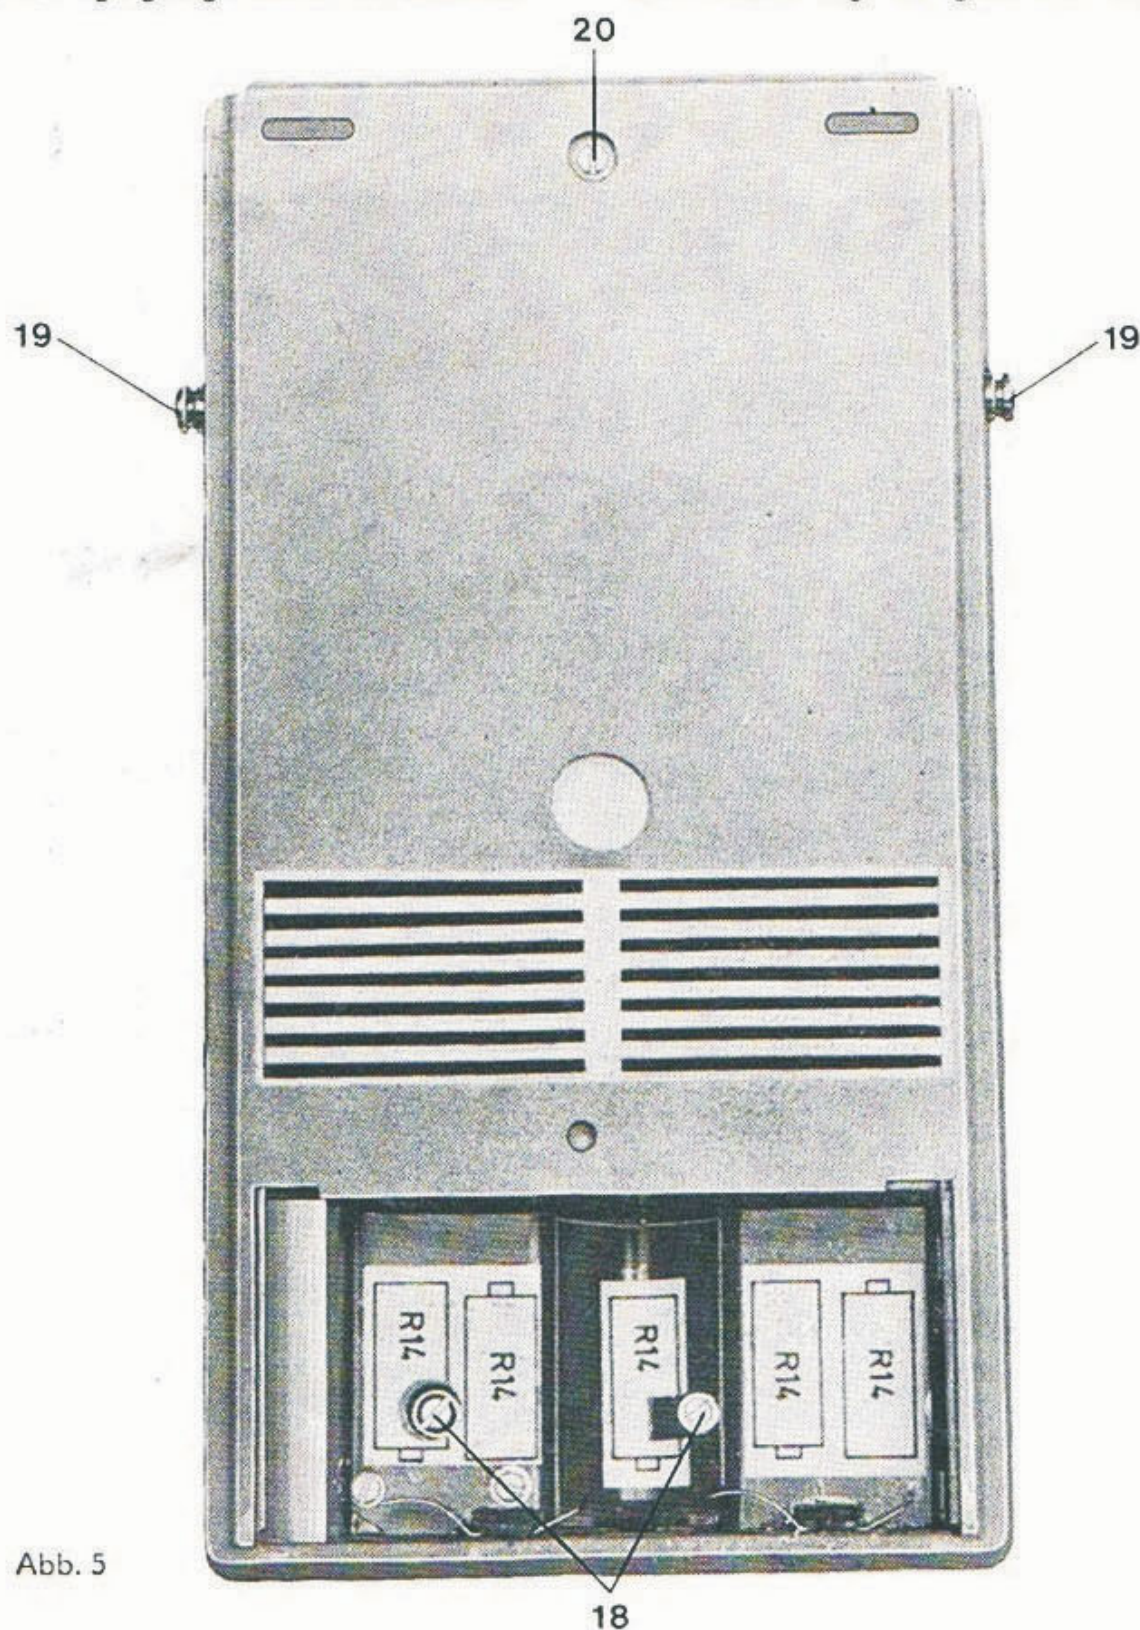
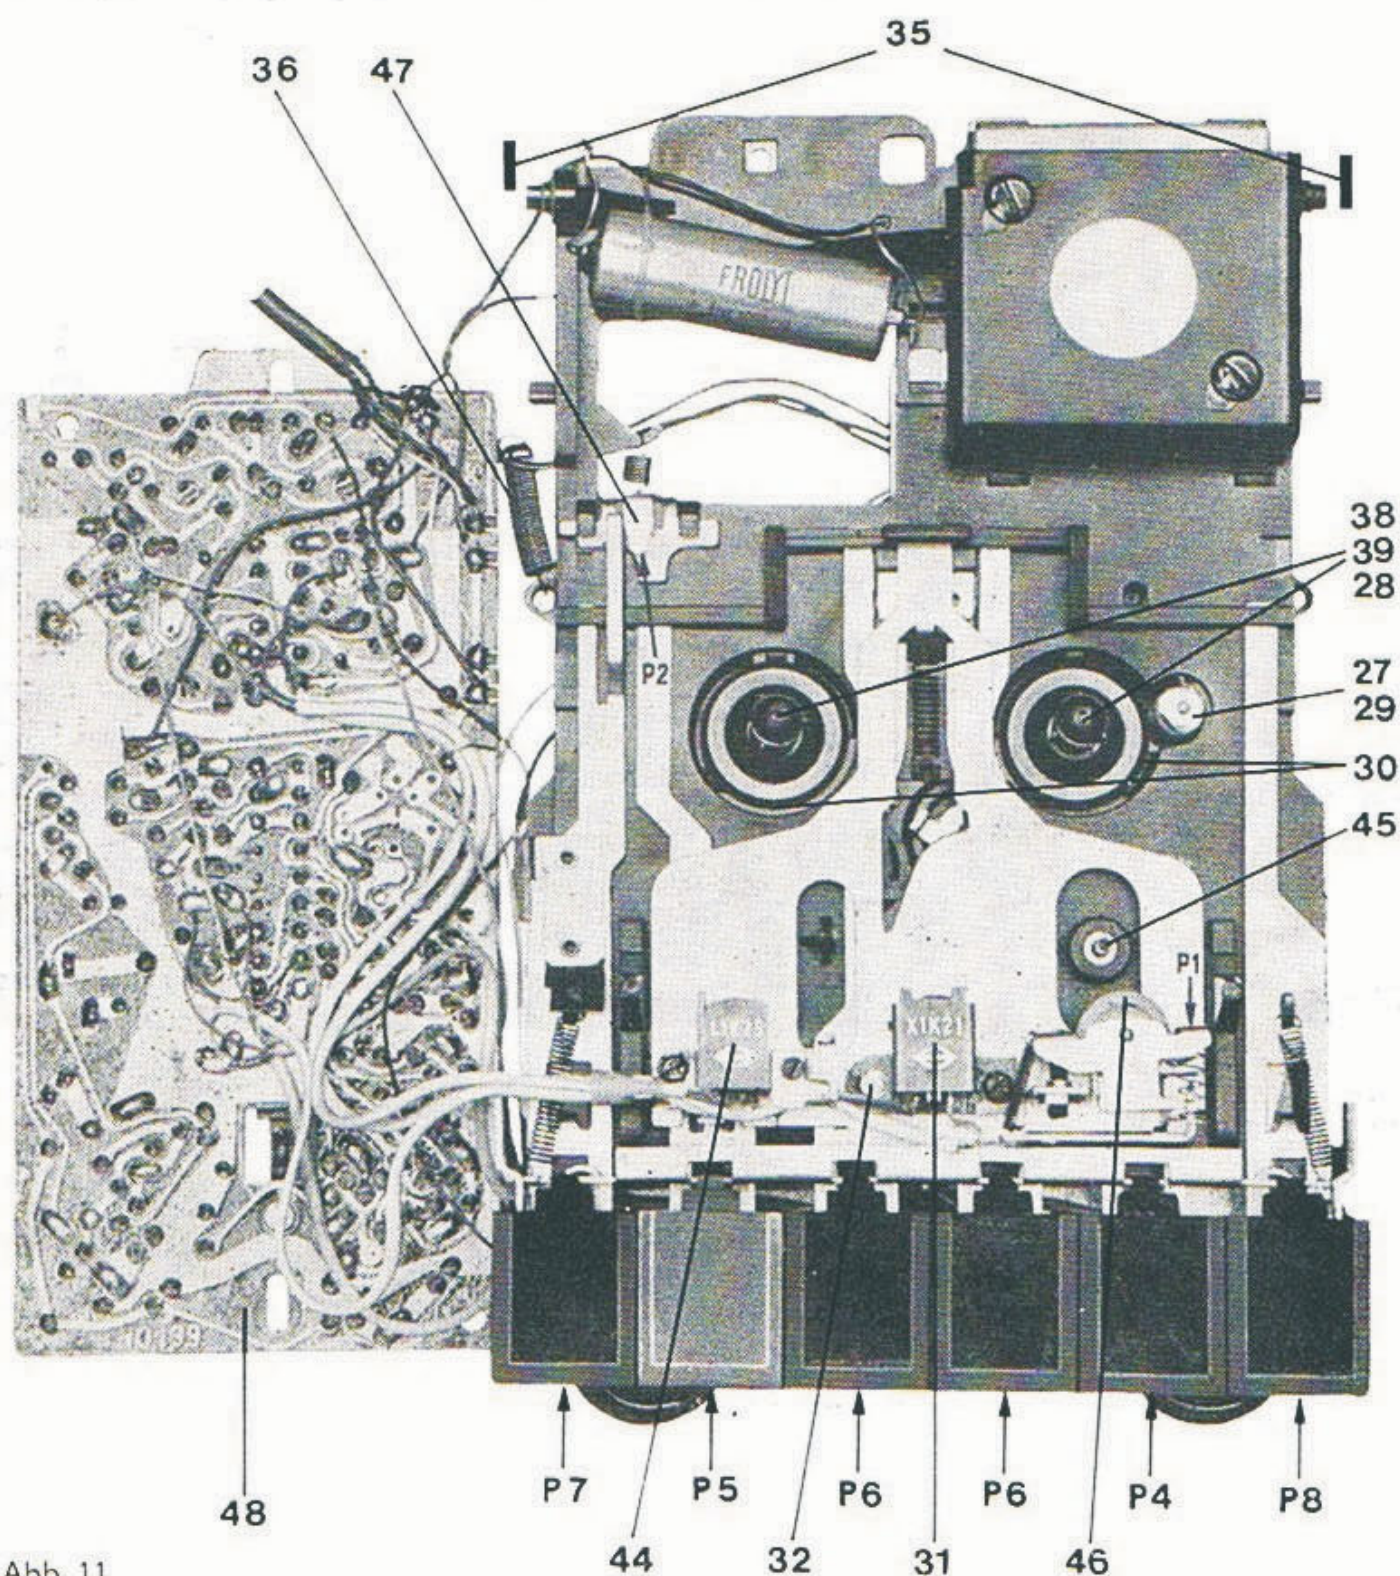

Abb. 5
Abb. 11
Beim Einlegen der Kassette in das Gerät drückt die Plastzunge (11) (Abb. 3) den Fühlhebel (47) der Abb. 11 zurück, wodurch die Taste für Aufnahme entriegelt wird. Durch Ausbrechen einer dieser Plastzungen können die Aufnahmen der dazugehörigen Tonspur konserviert werden. Die Pfeile zeigen die Zuordnung der Plastzungen zu den Tonspuren. Der Kassettenausschnitt ist dann offen, der Fühlhebel taucht beim Einlegen der Kassette in den Ausschnitt ein, und die Aufnahme bleibt verriegelt. Durch Ausbrechen beider Zungen werden beide Tonspuren der Kassette konserviert.
Macht sich das Auswechseln eines Bauelementes bzw. der Leiterplatte (48) Abb. 11 erforderlich, so sind die in der Abb. 5 und 6 gekennzeichneten Befestigungs- schrauben (20) des Laufwerkes zu lösen. Auch hier sind alle Anschlußleitungen so lang gehalten, daß ohne Ablöten ein Umklappen der Leiterplatte bzw. des Laufwerkes möglich ist (Abb. 12).
Dabei ist die in Abb. 11 gekennzeichnete Laufhülse (29) rechtsläufig. Durch Andruck an den Reibring der Wickelführung (28) wird diese linksläufig angetrieben. Die sich drehende Wickelführung (28) wird von Hand angehalten und entgegen ihrem Bestreben nach rechts gedreht. Dabei muß sich die Laufhülse (29) ebenfalls entgegen ihrem Bestreben nach links drehen. Es darf also kein Rutscheffekt zwischen Laufhülse und Wickelführung entstehen. Der Federdruck wird vom Werk fest eingestellt. Eine selbsttätige Veränderung dieser Einstellung ist nicht möglich. Andere Laufwerk mängel dürfen nicht durch Veränderung der Rutschkupplung kompliziert werden!
Nach durchgeführten Reparaturen oder A-W-Kopf-Auswechslung wird der A-W-Kopf (31) an der Stellschraube (32) auf die richtige Spaltstellung nach Pkt. 3.5.1. eingestellt (siehe Abb. 11).